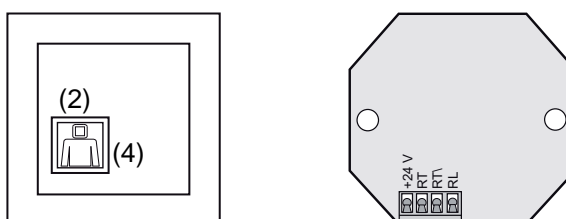

Fig. 5: kåpa för anropstryckknapp med ram (vänster), insats bak (höger)
- I händelse av en nödsituation drar man i snöret på dragtryckknappen (Fig. 2, 1) eller trycker in den röda anropstryckknappen (tillval) (Fig. 5, 4).